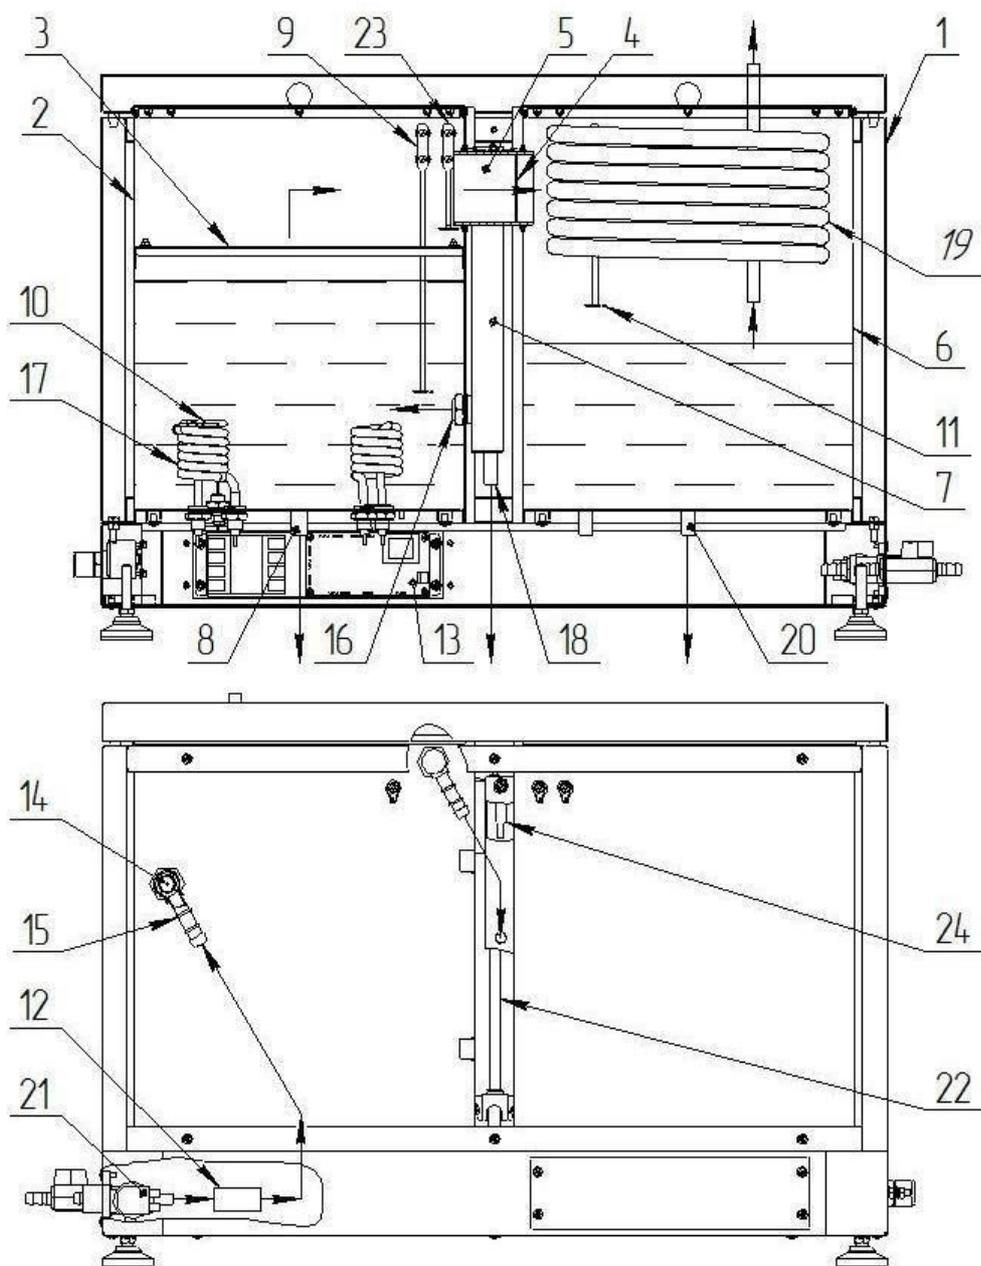
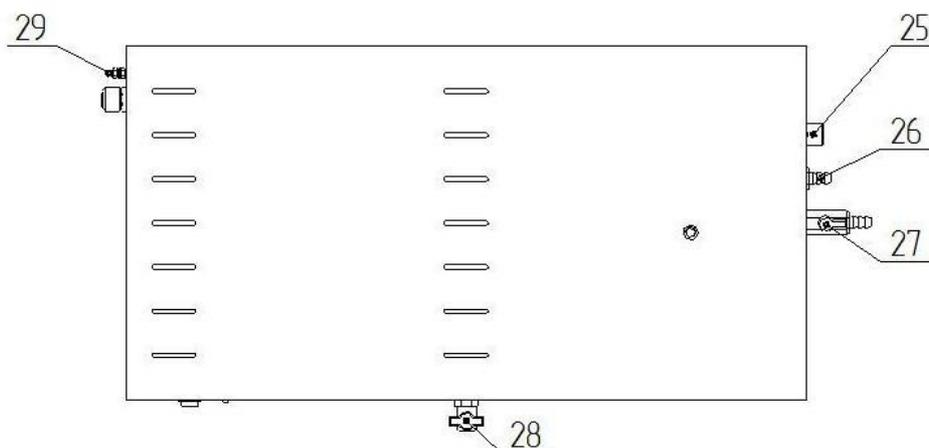

Рисунок 1. Устройство аквадистилляторов электрических Liston A 1104, Liston A 1110, Liston A 1125, где:
Рисунок 2. Схема подключения к штуцерам и клемме заземления аквадистилляторов электрических Liston A 1104, Liston A 1110, Liston A 1125, где:
срабатывание клапана 21 подачи исходной воды (Рисунок 1). Как только уровень воды в испарителе достигнет нижнего датчика 9, автоматика включает нагревательные элементы 17.
4.2.1.6. Дистиллированную воду можно получать в непрерывном режиме, не используя Сборник 6, отбирая дистиллят через Сливной кран 28 (Рисунок 2) на передней панели в другие емкости.
- 4.2.2.3. **При достижении уровня воды в Испарителе 2 (Рисунок 1) Нижнего датчика 9 (контакт LOW на Рисунке 3, Рисунке 4), срабатывает магнитный пускатель КМ 1.1 и подключает напряжение к электронагревателям ЕК.**
- 4.2.2.6. **При наполнении сборника дистиллята до Датчика уровня 11 (Рисунок 1) (контакт HIGH на Рисунке 3, Рисунке 4), автоматика отключит нагрев воды и перекроет Входной клапан подачи воды Y1. Зелёный индикатор РЕЖИМ (HL 1) погаснет. При сливе дистиллята из накопителя автоматика откроет входной клапан Y1 и включит нагрев воды, при этом загорится индикатор РЕЖИМ (светодиод HL 1).**
- 4.2.2.7. **При переливе воды в Испарителе 2 (Рисунок 1) или Уравнителе 7, уровень воды достигнет верхнего датчика контроля уровня в Испарителе 23 или датчика контроля уровня в Уравнителе 24 (контакт ALARM на Рисунке**
- 6.6. **Рекомендуется установка в систему водопровода самоочищающегося фильтра с манометром (с тонкостью фильтрования 100 мкм) для исключения засорения Диафрагмы 14 (Рисунок 1) и Клапана 25 (Рисунок 2).**
- 6.12. **Присоединить штуцер ДУ8 (для аквадистиллятора Liston A 1104) с наружной резьбой 1/2", либо ДУ12 (для аквадистилляторов Liston A 1110 и Liston A 1125) с наружной резьбой 1/2" через уплотнительную ленту к Крану 28 (рисунок 2). Подсоединить силиконовую трубку к штуцеру и закрепить пластиковой стяжкой.**
- 6.13. **Присоединить штуцер ДУ8 (для аквадистиллятора Liston A 1104) с наружной резьбой 1/2", либо ДУ12 (для аквадистилляторов Liston A 1110 и Liston A 1125) с наружной резьбой 1/2" через уплотнительную ленту к Крану 27 (рисунок 2)**
Подключить шланги слива, один к Штуцеру 26- сливу охлаждающей воды (Рисунок 2), второй к Крану-штуцеру 27 - сливу отработанной воды из испарителя. Соединения шлангов со штуцерами стянуть хомутами, входящими в комплект поставки.
(ВАЖНО: Шланг слива охлаждающей воды из Штуцера 26 (Рисунок 2) должен располагаться под уклоном и на нем не должно быть изгибов и колен. При необходимости- укоротить длину шланга. Перепад высот между штуцером 26 и местом подключения шланга к канализации должен быть не менее 0,3 м. Шланг не должен упираться во внутреннюю стенку канализационной трубы.
В противном случае, уровень воды в Испарителе 2 (Рисунок 1) и Уравнителе 7 начнет повышаться и достигнет верхнего датчика контроля Уровня 23 или Датчика контроля уровня 24, автоматика отключит дистиллятор, при этом загорится красный индикатор АВАРИЯ.)
- 6.15. **Подключить наливной шланг к Штуцеру 25 (Рисунок 2)**
- 6.17. Проверить, что нижний Датчик контроля уровня 9 (Рисунок 1) не касается стенок Испарителя 2 и Рассекателя потока пара 3. В противном случае электронагреватели начнут работать в отсутствие достаточного уровня воды. При этом произойдет аварийное выключение дистиллятора из-за повышения температуры электронагревателей выше 150°C.
- 6.18. Проверить, что Датчик уровня дистиллята 11 (Рисунок 1) не касается стенок Конденсатора 6 и Теплообменника 19. В противном случае автоматика будет считать, что сборник наполнен дистиллятом, отключит нагрев воды и перекроет входной клапан подачи воды.
- 6.19. Проверить, что Датчики 23 (Рисунок 1) и 24 не касаются стенок Испарителя 2 и Уравнителя 7. В противном случае, автоматика будет считать, что произошел перелив воды - выключит дистиллятор, при этом загорится красный индикатор АВАРИЯ.
- 7.3. Закрывать кран слива воды из Испарителя поз. 27 (Рисунок 2).**
- 7.5. Проверить, что нижний Датчик контроля уровня 9 (Рисунок 1) не касается стенок Испарителя 2 и Рассекателя потока пара 3. В противном случае электронагреватели начнут работать в отсутствие достаточного уровня воды. При этом произойдет аварийное выключение дистиллятора из-за повышения температуры электронагревателей выше 150°C.**
- 7.6. Проверить, что Датчик уровня дистиллята 11 (Рисунок 1) не касается стенок Конденсатора 6 и Теплообменника 19. В противном случае автоматика будет считать, что сборник наполнен дистиллятом, отключит нагрев воды и перекроет входной клапан подачи воды.**
- 7.7. Проверить, что Датчики 23 (Рисунок 1) и 24 не касаются стенок Испарителя 2 и Уравнителя 7. В противном случае, автоматика будет считать, что произошел перелив воды - выключит дистиллятор, при этом загорится красный индикатор АВАРИЯ.**
- 7.12. Дистиллированную воду можно сливать в непрерывном режиме в подготовленные емкости, либо использовать встроенный накопитель. При наполнении встроенного накопителя, срабатывает Датчик уровня дистиллята 11 (Рисунок 1), нагревательные элементы отключаются, при этом гаснет индикатор «РЕЖИМ».**
7.15. Через 30 минут после выключения, слить воду из камеры испарения, открыв для этого Сливной кран 27 (Рисунок 2).